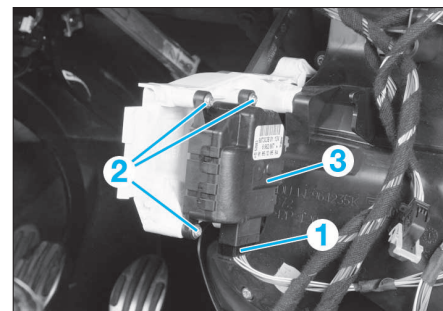
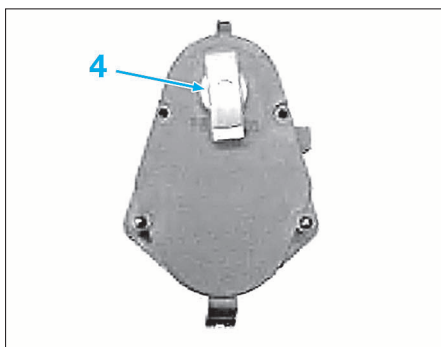
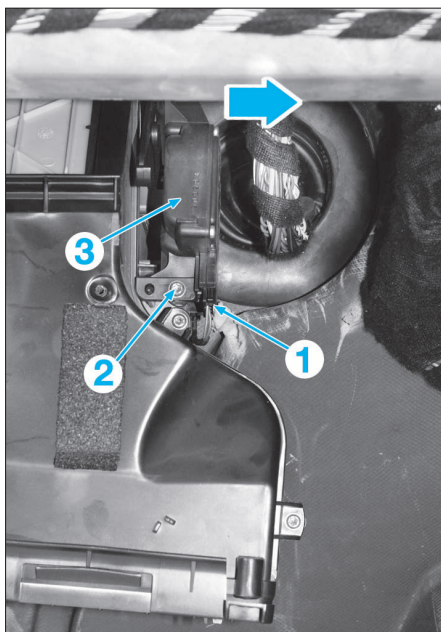

FIG. 33
FIG. 34
FIG. 35
- Débrancher le connecteur (1) (Fig.33).
- Dévisser les vis de fixation (2).
- Déposer le servomoteur (3).
- Remonter le servomoteur (3) (Fig.33) en prenant soin d'orienter correctement la commande (4) (Fig.34) par rapport au logement prévu dans l'axe du volet d'air.
- Débrancher le connecteur (1) (Fig.35).
- Dévisser la vis de fixation (2).
- Déposer le servomoteur (3) en prenant soin de le tirer dans l'axe (flèche).
- Remonter le servomoteur (3) (Fig.35) en prenant soin d'orienter correctement la commande (4) (Fig.34) par rapport au logement prévu dans l'axe du volet d'air.